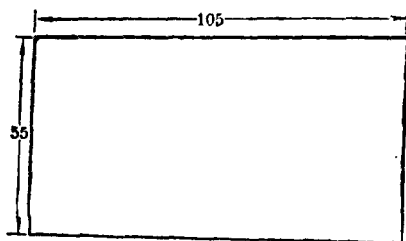
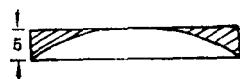

图 6
图 7
4. 车头盖板: 用 $5 \times 55 \times 105$ [毫米]³ 木板一块制车头盖板(图 6), 车头盖板向上一面呈弧形, 可用削刀将盖板如图 7 削去两边成弧形, 然后用砂皮砂光。将 $4 \times 4 \times 210$ [毫米]³ 木条分成 $4 \times 4 \times 80$ [毫米]³ 二根和 $4 \times 4 \times 50$ [毫米]³ 一根,
5. 滑板: 用 85×115 [毫米]² 单层夹板(图 7)(或硬卡纸、薄铁皮均可)制成滑板。将滑板先弯成弧形,然后安装在支架板内侧滑板座上,先用胶水胶好,用大头针固定。胶牢后将大头针拔去。